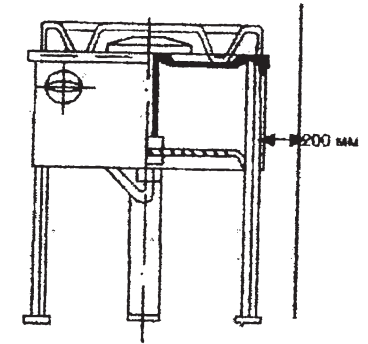

Рис. 2.
6.6. Плита предназначена для установки на полу. Установка плиты на подставку не допускается. Плита должна отступать от поверхности стены не менее чем на 200 мм. Расстояние, которое необходимо выдержать показаны на рис. 2.